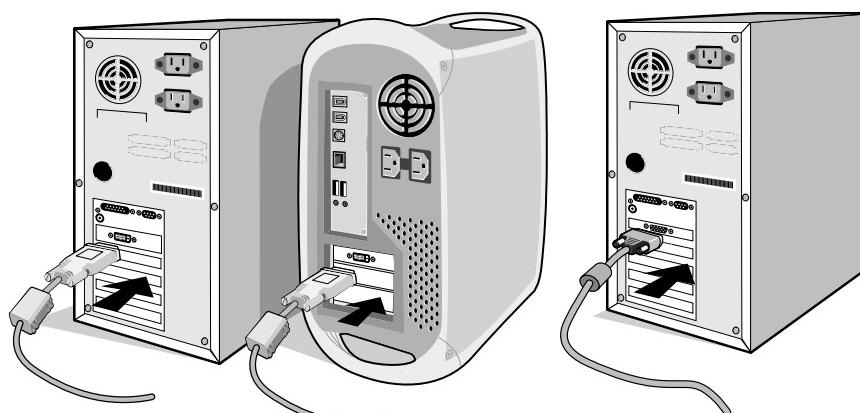

Figure A.1
2. **Pour un PC ou un Mac équipé d'une sortie numérique DVI** : Branchez le câble DVI-D vers DVI-D au connecteur de la carte vidéo de votre ordinateur (**Figure A.1**). Serrez toutes les vis.